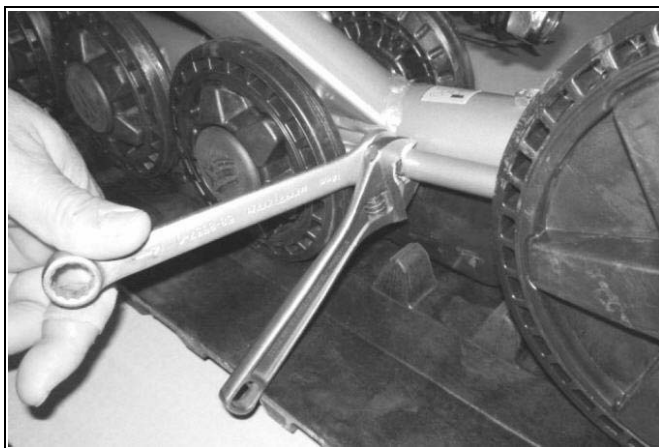

Figure 15
- Régler la tension de la chenille au minimum (voir la Figure 15).